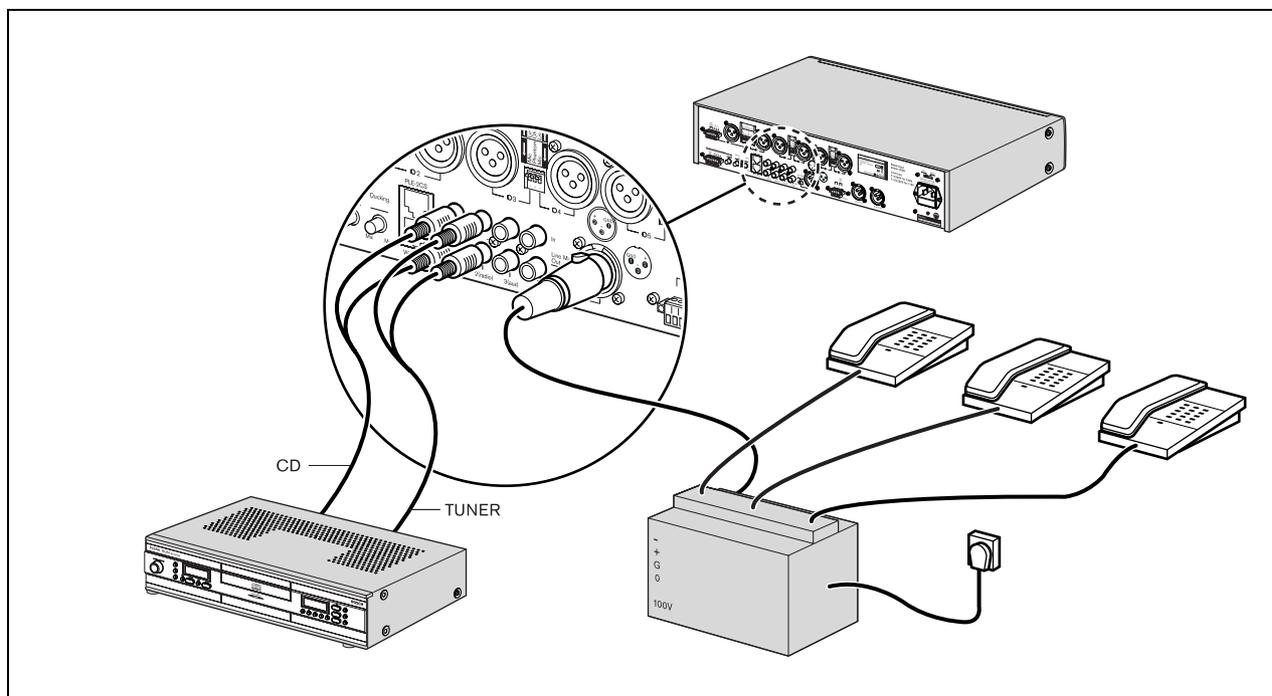

figura 4.9: Connessione degli ingressi della sorgente musicale
Utilizzare il connettore dell'uscita principale per la musica (23) per fornire a un altro dispositivo una sorgente musicale in uscita dedicata. Per esempio, è possibile collegare l'uscita principale per musica a un accoppiatore telefonico, in modo che chi chiama possa ascoltare musica quando viene messo in attesa (vedere figura 4.9).
Usare il dispositivo esterno per l'elaborazione audio, innesto ingresso amp, uscita pre(21) (ad es. un equalizzatore o il soppressore di feedback Plena) da collegare fra gli stadi del preamplificatore e dell'amplificatore di potenza. Vedere figura 4.9.